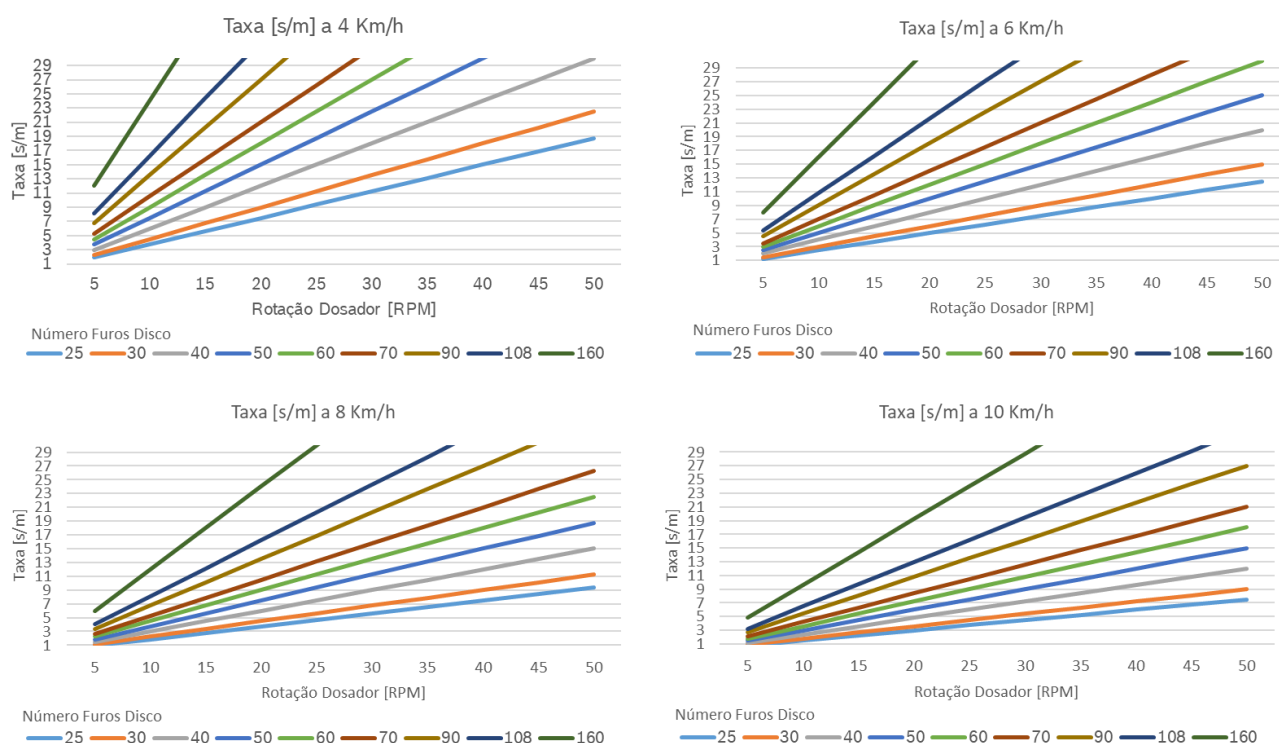

Figura 1 - Taxa de deposição de sementes
A taxa de deposição de sementes está diretamente relacionada à velocidade de deslocamento e número de furos do disco selecionado. Na Figura 1 - Taxa de deposição de sementes é possível encontrar a taxa de aplicação de sementes por metro para as velocidades de plantio e discos mais usuais. Durante a configuração de um trabalho, item 3, o sistema informará se a taxa selecionada é compatível com a configuração da semeadora realizada no item 2.2. Alterar a velocidade de deslocamento ou o disco de sementes do dosador é possível adequar a taxa desejada as curvas de operação do sistema.